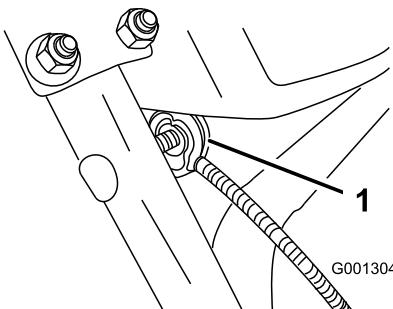

Figura 7
- Togliete il dado e la rondella dalla stegola, attaccate alla stegola il serrafiletto presente sul cavo, inserite la rondella, e serrate a mano il dado (Figura 7).